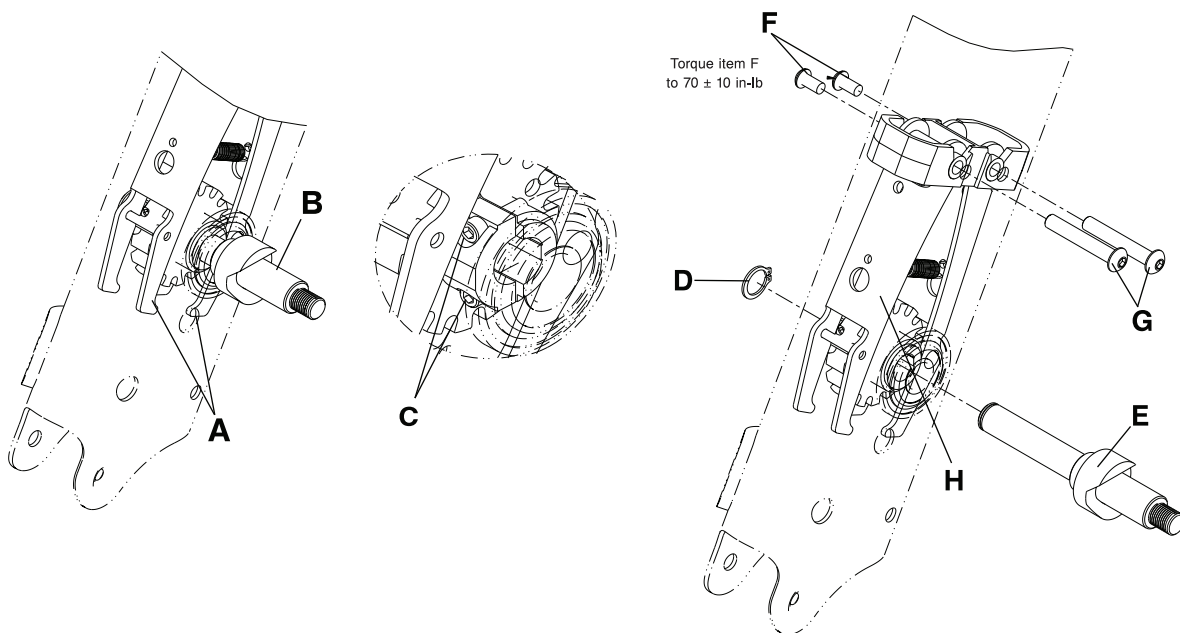

Figura 6-30: Sostituzione del gruppo ganasce del freno
2. Divaricare con una mano le ganasce del freno (A). Ruotare con l'altra mano il gruppo asse della ruota posteriore (B) in modo che le viti con testa esagonale incassata (C) siano rivolte verso la parte inferiore della sedia (Figura 6-30 a pagina 6-48).
3. Con la chiave a brugola da 9/64" allentare le due viti con testa esagonale incassata (C) ubicate nel gruppo asse della ruota posteriore (B) (Figura 6-30 a pagina 6-48).
4. Con le pinze per anelli elastici rimuovere l'anello elastico (D) (Figura 6-30 a pagina 6-48) che fissa il gruppo asse della ruota posteriore (E) (Figura 6-30 a pagina 6-48) al telaio della sedia. Mettere da parte l'anello elastico.
5. Estrarre il gruppo asse della ruota posteriore (E) (Figura 6-30 a pagina 6-48).
6. Con le chiavi a brugola da 5/32" e 3/16" rimuovere le viti (F) e i dadi distanziatori (G) che fissano il gruppo ganasce del freno (H) (Figura 6-30 a pagina 6-48). Al momento di rimontare le viti (F), serrarle a  $70 \pm 10$  in-lb ( $8 \pm 1,1$  Nm) con la chiave dinamometrica da 3/8".
7. Estrarre ed eliminare il gruppo ganasce del freno (H) (Figura 6-30 a pagina 6-48).